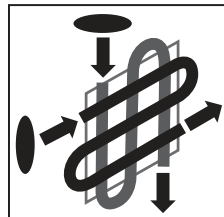

Рис. 5
2. Ведение изделия вдоль окрашиваемой поверхности осуществляйте непрерывной зигзагообразной линией в направлении, соответствующем установленному факелу: горизонтально - при вертикальном факеле; вертикально - при горизонтальном (Рис. 5);